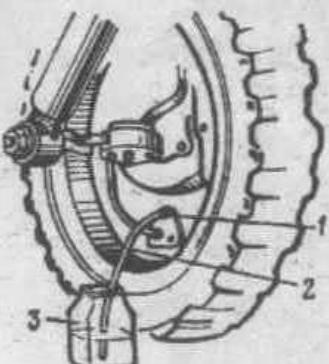

Рис. 8. Прокачка гидравлического привода тормозов:
- наполни прозрачный сосуд 3 (рис. 8) вместимостью 0,5 л тормозной жидкостью примерно на 1/4 его высоты и надень один конец шланга 2 для прокачки гидропривода тормозов на головку перепускного клапана 1 тормозного цилиндра